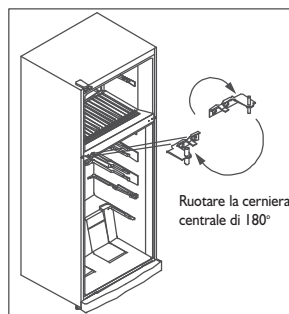

Fig. 9
9. Ruotare la cerniera centrale di 180°. Montare le porte del freezer e del frigorifero insieme alla cerniera centrale (procedere in senso inverso rispetto alla sequenza descritta al punto 2) Fissare la cerniera centrale serrando le viti. Infine, con un coltello, tagliare il lato sinistro dello zoccolo e montare lo stesso. (Fig. 9)